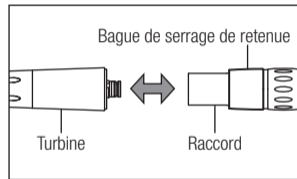

Fig. 2
- 1) Insérez la turbine dans le raccord. (Fig. 2)
Enlevez la bague de serrage de retenue et retirez la turbine de son raccord. (Fig. 2)